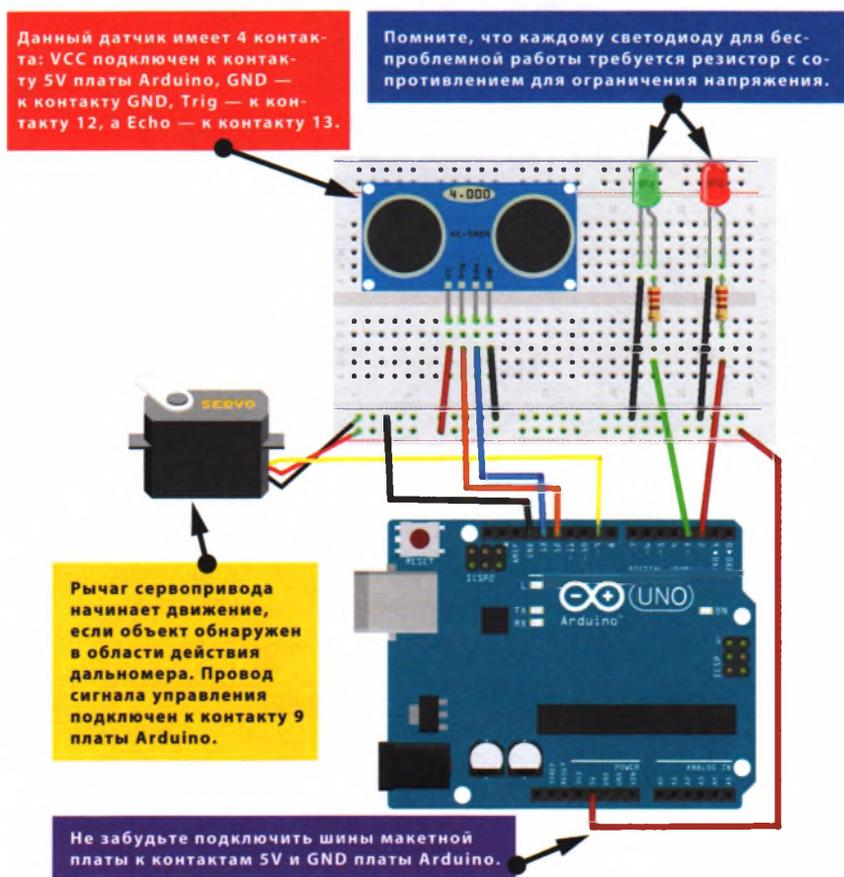

РИСУНОК 18.4
5. Убедитесь, что ваша цепь соответствует схеме, показанной на рис. 18.4, а затем загрузите в память Arduino код скетча, приведенный в разделе «Скетч» далее в этом проекте.